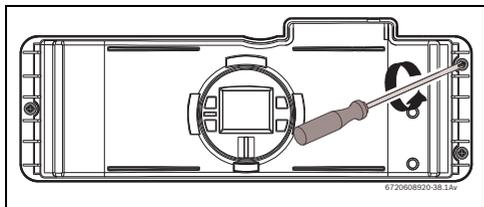
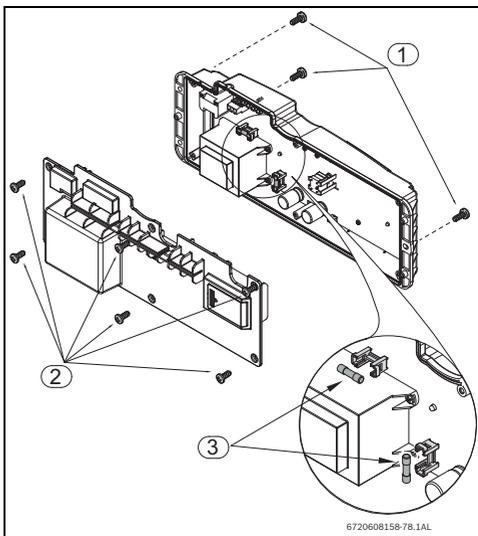

Fig. 45
Fig. 46 Ubicación de los fusibles
- ▶ Aflojar tres tornillos en la parte delantera de la caja electrónica (Fig. 45 y Fig. 46, pos. 1).
- ▶ Halar la caja electrónica para acceder a los seis tornillos en la parte posterior y retirarlos (Fig. 46, pos. 2).